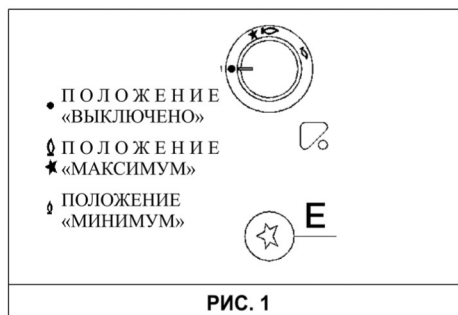

РИС. 1
Нажмите и поверните ручку, которая соответствует требуемой конфорке, против часовой стрелки в максимальное положение (большое пламя Рис. 1), затем поднесите горящую спичку к конфорке.
Нажмите и поверните ручку, которая соответствует требуемой конфорке, против часовой стрелки в максимальное положение (большое пламя Рис. 1), затем нажмите и отпустите кнопку электрического зажигания.
Нажмите и поверните ручку, которая соответствует требуемой конфорке, против часовой стрелки в максимальное положение (большое пламя Рис. 1), затем нажмите данную ручку до упора.
Ручку конфорки, оснащенной системой газ-контроль, следует поворачивать против часовой стрелки в максимальное положение (большое пламя Рис. 1) до тех пор, пока не почувствуете, что она зафиксировалась, а затем нажмите данную ручку и произведите зажигание, как описано выше.
- После закипания установите ручку в положении Минимум (маленькое пламя см. рис. 1).
- Зажигание конфорок, оснащенных системой газ-контроль, может осуществляться только при установлении ручки в положение Максимум (большое пламя рис.1).